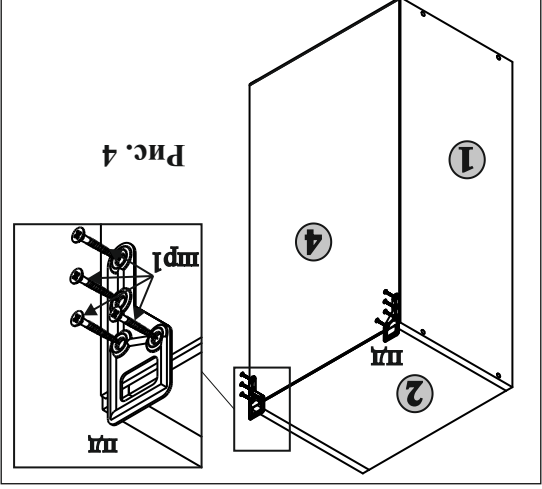

Рис. 4
5.6. Установить на корпусе шкафа петли для навешивания пд (рис. 4) при помощи шурупов шр1 и крестообразной отвертки.